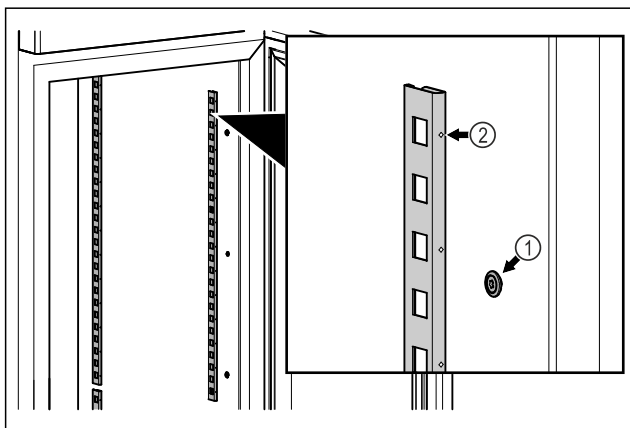

Fig. 79 Ilustrační zobrazení
- Zahákněte zářezkové lišty do zavěšení Fig. 79 (1). Označení Fig. 79 (2) musí směřovat dopředu.